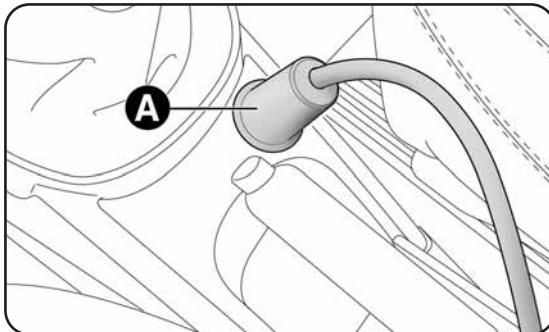
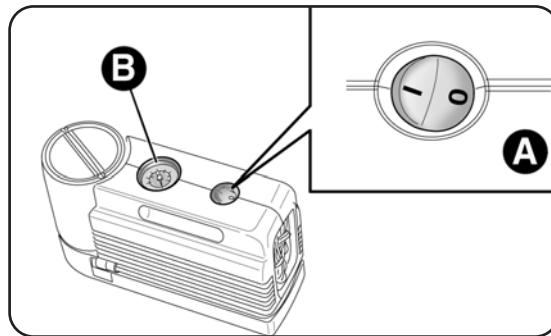

fig. 17
fig. 18
- vérifier que l'interrupteur A-fig. 18 du compresseur est en position 0 (éteint), démarrer le moteur, introduire la fiche A-fig. 17 dans la prise de courant/allume-cigares sur le tunnel central et mettre sous tension le compresseur en mettant l'interrupteur A-fig. 18 en position 1 (allumé);
- gonfler le pneu à la pression indiquée au paragraphe "Roues" du chapitre "6". Pour obtenir une lecture plus précise, vérifier la valeur de la pression sur le manomètre B-fig. 18 après avoir éteint le compresseur.